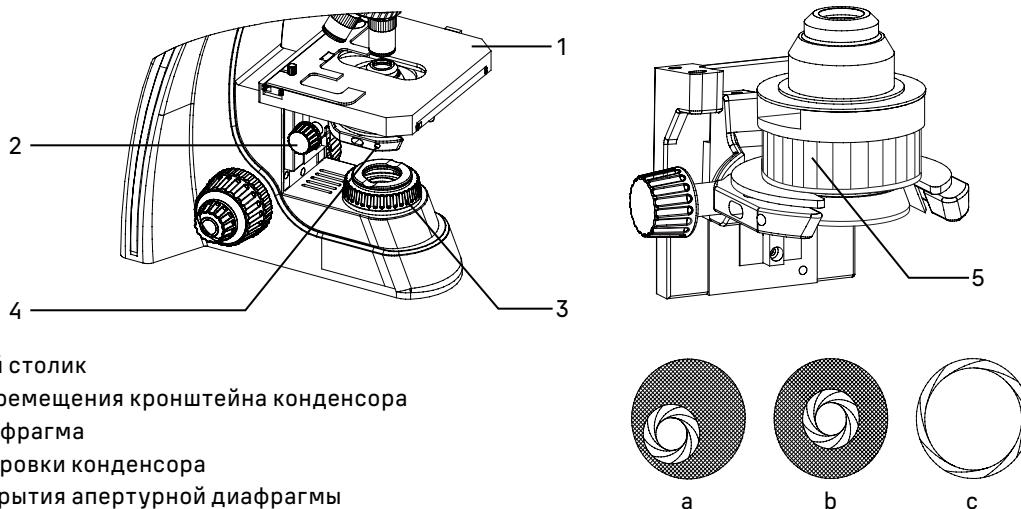

Рис. 9. Центрировка конденсора
- Наблюдая в окуляры, прикройте полевую и апертурную диафрагму, так чтобы была освещена только центральная часть поля зрения – рис. 9а.
- Приведите изображение в центр поля зрения окуляра с помощью центрировочных винтов конденсора 4 – рис. 9б.
- Раскройте полевую диафрагму немного больше, чем размер поля зрения – рис. 9с. Может потребоваться дополнительная центрировка.